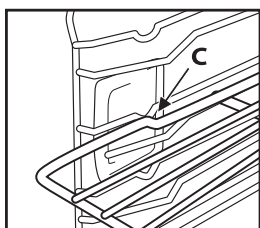

Рис. 3
3. Верните решетку в горизонтальное положение и втолкните ее так, чтобы она оказалась полностью вставленной, положение С (Рис. 3).